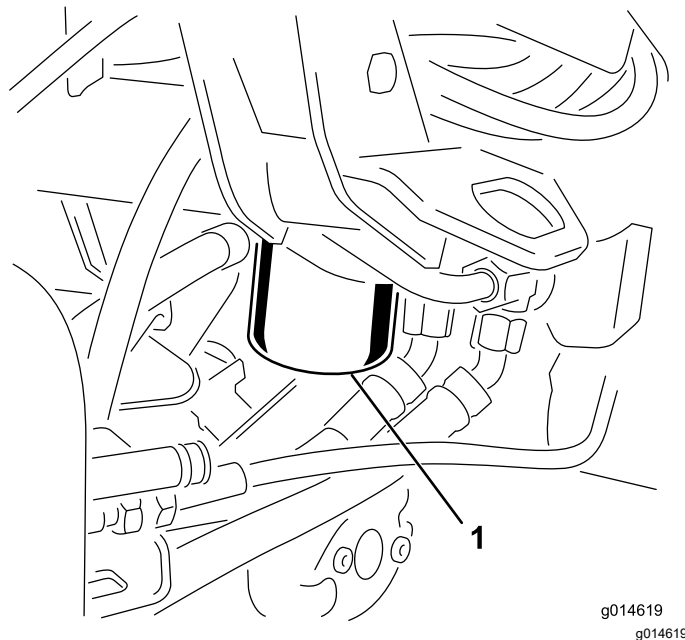

Figure 44
1. Nettoyez la zone autour de la surface de montage du filtre (Figure 44). Placez un bac de vidange sous le filtre et enlevez le filtre.